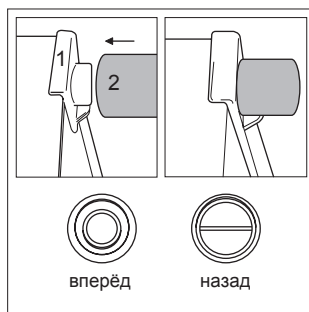

Рис.1
3. Установите ограничительные упоры в верхние углы задней стенки устройства как показано на рис. 1. Упоры поставляются, в дверной корзине внутри холодильной камеры.